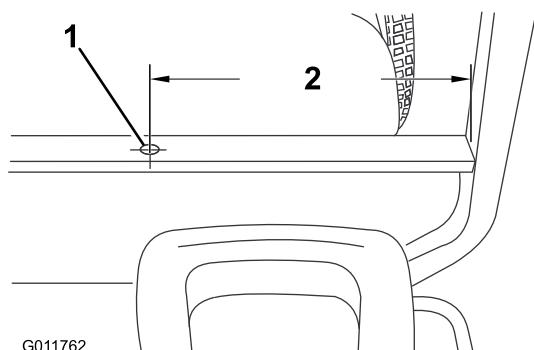

図 27
**注** 穴が開いていない場合は開けてください。カバーの上面の、センター・ライン上、ROPSカバーのオペレータ側エッジから内側に約50cm 入った位置に 1/4 インチの穴を開けてください(図 27)。